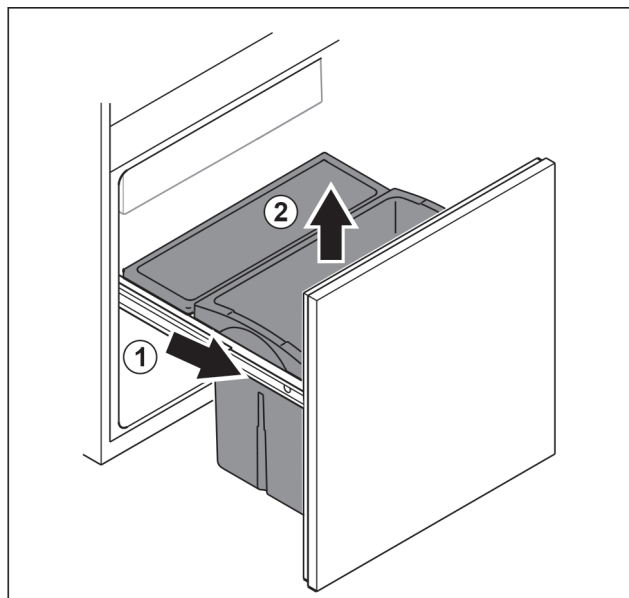

Fig. 89
- ▶ Vytáhněte vysouvací vozík až na doraz. Fig. 89 (1)
- ▶ Vyjměte zásuvku nahoru. Fig. 89 (2)